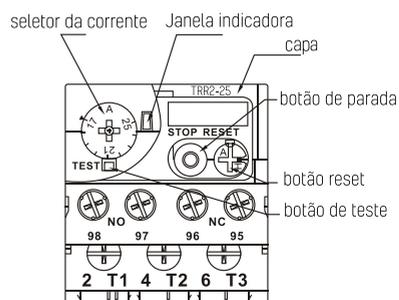

Fig 10
5.2.2 Teste de ação: o teste de ação deve ser realizado antes que o circuito principal seja eletrificado. Desbloqueando a tampa, pressionando o botão de teste com uma chave de fenda, contator NF será aberto, o contator NA será fechado, e o estado da atuação poderá ser inspecionado através da janela indicadora. (A exibição do sinal amarelo refere-se ao estado da ação; não mostrar nada, refere-se ao estado de reinicialização). (Para detalhes, veja Fig. 10).
5.2.3 Configuração das formas de reinicialização: A configuração das formas de reinicialização deve ser realizada antes do circuito principal ser eletrificado. Antes do relé térmico sair da fábrica, o modo padrão é de reinicialização manual. [Em qualquer caso, o cliente precisa selecionar o modo de reinicialização automática, abrindo a tampa, pressionando o botão de reinicialização e girando 90 ° ao longo da maneira direta, pode ser selecionado o modo de reinicialização automática. (Veja Fig. 10)] 1
5.2.4 Configuração da corrente retificada: esta etapa deve ser realizada antes que o circuito principal seja eletrificado. O valor de corrente retificada padrão é mínimo quando o relé térmico sai da fábrica. Se o cliente quiser selecionar outro valor de corrente retificada, é só abrir a tampa e girar o mostrador atual com uma chave de fenda [para fazer com que o valor da escala da ponta da seta seja ajustado com a corrente nominal do motor protegido em carga total. É necessário que o valor da corrente fornecido esteja entre as duas escalas, girando a orientação do seletor de corrente e ajustando adequadamente durante o processo de utilização. (Para detalhes, veja Fig. 10)] 2